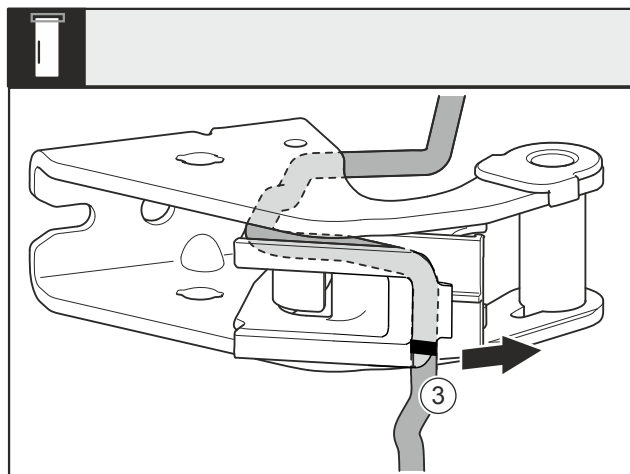

Fig. 31
- Odmontujte kabel s držákem kabelu Fig. 31 (3) ze stojanu ložiska.